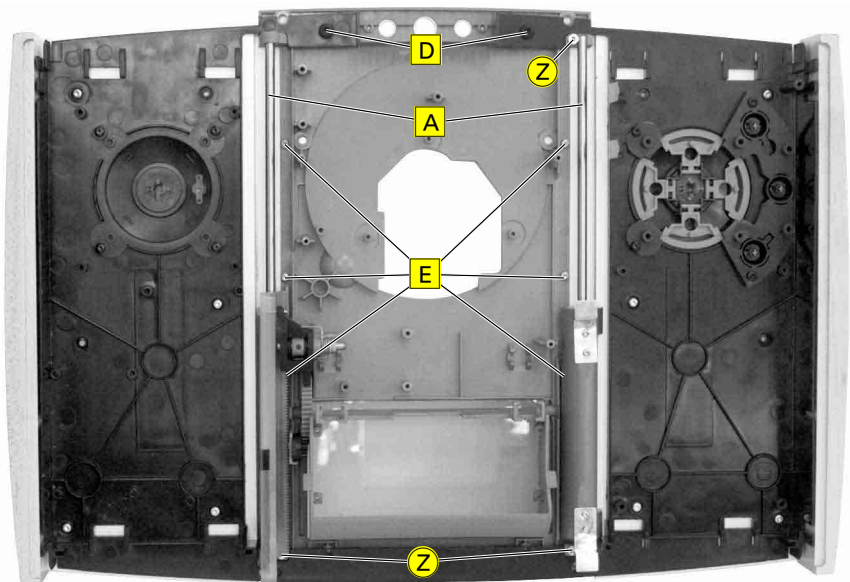

Fig. 11
- 3 Schrauben (Z) herausschrauben und die 2 Achsen (A) herausnehmen (Fig. 11).
- 2 Schrauben (D) und 6 Schrauben (E) herausschrauben und die CD-Bodenplatte herausnehmen (Fig. 11).
- Undo 3 screws (Z) and remove the 2 shafts (A) (Fig. 11).
- Undo 2 screws (D) and 6 screws (E) and take out the CD bottom plate (Fig. 11).